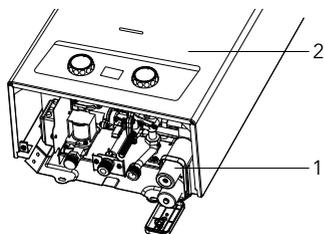

Рис. 1
Перед включением водонагревателя необходимо установить батарейки (рис. 1). Отсек батареи (1) находится в нижней правой части водонагревателя. Для доступа к нему снимать кожух не нужно.